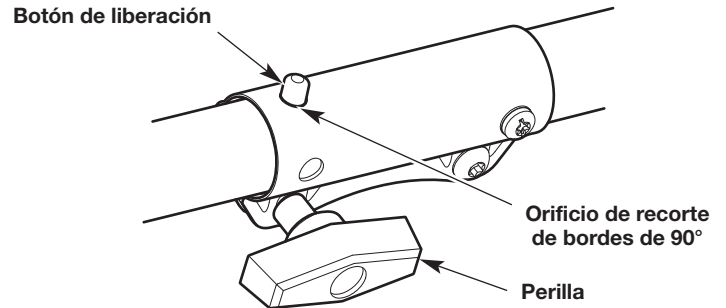

Fig. 25
1. Gire la perilla en el sentido contrario a las agujas del reloj para aflojar el acoplador (Fig. 25).
2. Oprima y mantenga apretado el botón de liberación (Fig. 25).
3. Rote el accesorio hasta que el botón de liberación entre a presión firmemente dentro del orificio de rebordes de 90° (Fig. 25).
4. Gire la perilla en el sentido de las agujas del reloj para apretar el acoplador (Fig. 25).